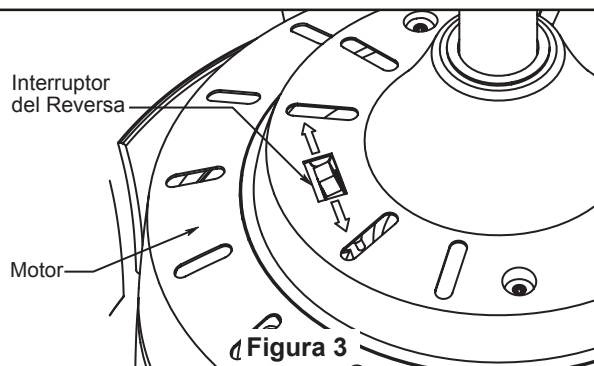

Figura 3
1. Fije bien la abrazadera para colgar a la caja de salida (no se incluye) con los tornillos y las arandelas provistas con la caja de salida. (Figura 3)
5. Asegure el control instalado en la pared en la caja de conexiones con los dos tornillos suministrados. A continuación, la placa frontal fija el control de pared con los dos tornillos pintados. (Figura 3)
3. Extraiga uno de los tres tornillos de la unidad de la placa. Afloje levemente los otros dos tornillos. Instale la placa de conexión en la unidad de la placa de luz utilizando las dos ranuras principales. Vuelva a colocar el tercer tornillo y asegure los tres tornillos. (Figura 3)
3. Si desea que el flujo de aire se desplace en la dirección opuesta, apague el ventilador y espere a que las aspas se detengan. Luego deslice el conmutador inversor a la posición contraria y vuelva a encender el ventilador. (Figura 3)